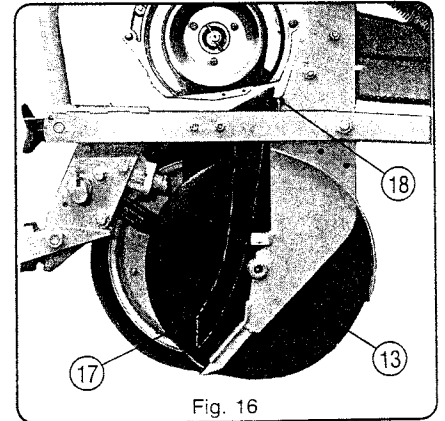

Fig. 16
Ne pas hésiter à les remplacer si elles sont usées ou détériorées. Pour les démonter retirer l'axe (18) après avoir enlevé une des roues jauge et un disque ouvreur (fig. 16).